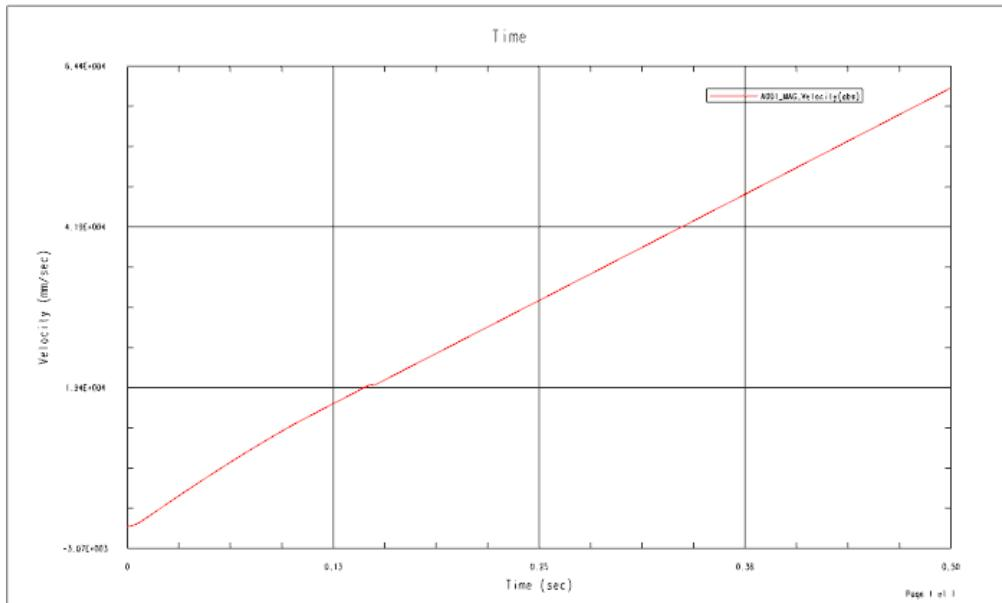

图 9.5.4 速度-时间曲线
(1) 选择下拉菜单**分析(A)** →  **运动(M)...** →  **图表(G)...**命令，单击其中的**对象**选项卡。
(2) 设置输出对象。在“图表”对话框的**运动模型**区域选择标记A001，在**请求**下拉列表中选择**速度**选项，在**分量**下拉列表中选择**幅值**选项，单击**Y轴定义**区域中的按钮，完成“图表”对话框中的参数设置。
(3) 定义保存路径。选中“图表”对话框中的  保存 复选框，然后单击  按钮，选择 D:\ug85.16\work\ch09.05\cannon\_asm\cannon\_asm.afu 为保存路径。
(4) 单击  按钮，系统进入函数显示环境并显示旋转副 J002 的速度-时间曲线，如图 9.5.4 所示。